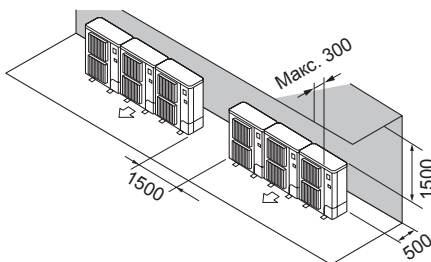

Fig. 2-10
- ② Перешкоди ззаду та згори (Fig. 2-10)